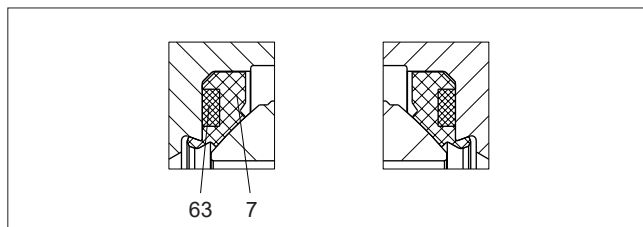

Fig. 20 Sièges P
- **Sièges P et S:** Montez le joint (63) sur le siège (7) comme indiqué sur les figures 20 et 21. Placez le siège dans le logement du corps (1).